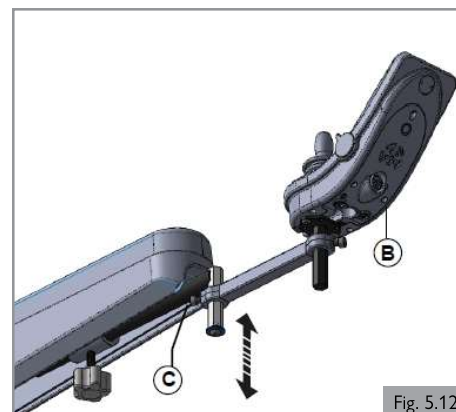
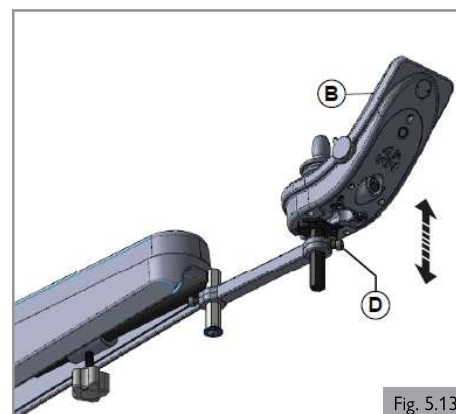

Fig. 5.12
Fig. 5.13
##### Pré-réglage de la hauteur du boîtier de commande (1) (Fig. 5.12)
1. Desserrez la vis (C).
2. Faites glisser le boîtier de commande (B) à la hauteur souhaitée.
3. Serrez la vis (C). Consultez la section 8 pour connaître les valeurs de couple M6.
##### Pré-réglage de la hauteur du boîtier de commande (2) (Fig. 5.13)
1. Desserrez la vis (D).
3. Serrez la vis (D). Consultez la section 8 pour connaître les valeurs de couple M6.